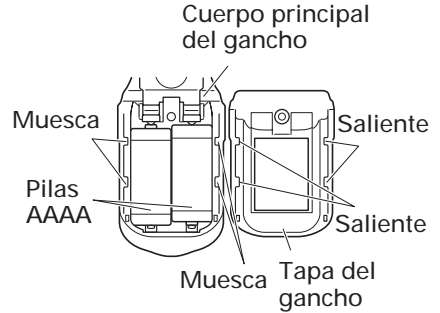

Fig. 12
- (2) Retire las pilas usadas e introduzca las pilas nuevas. Alineélas con las indicaciones del gancho y posicione correctamente los terminales positivo (+) y negativo (-). (Fig. 12)